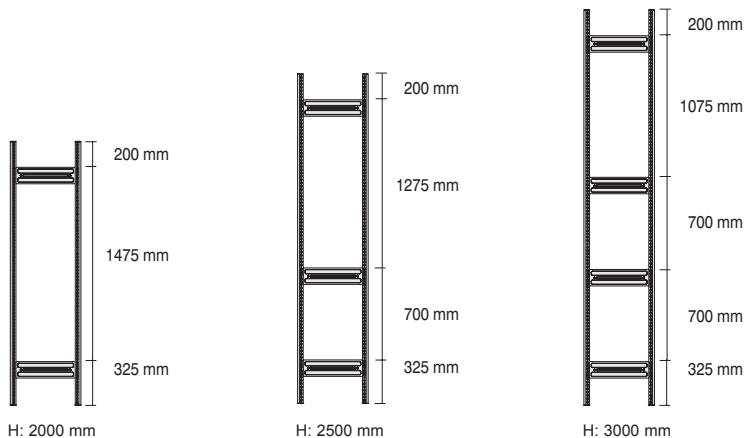

Abb. 2
- (D) Aufbauanleitung
- (F) Notice de Montage
- (NL) Handling voor montage
- (GB) Assembly instruction
(D) Zwei Stützprofile im Abstand der Stützenverbinder anordnen (Abb. 1). Stützenverbinder entsprechend Abb. 2 (die Pfeile zeigen in Richtung des Fußbodens) einsetzen und mit einem Gummihammer o.ä. in die Stützprofile einschlagen.
Achtung! Die Fixierprägung der Stützenverbinder (Abb. 2 a) muss auf beiden Seiten in die Stützprofile einrasten (Abb. 3 a).
Attention! Les connexions d'appui (fig. 2 a) doivent s'enclencher des deux côtés des profilés d'appui (fig. 3 a).
(NL) Twee steunprofielen op de afstand van de steunverbindingstuken plaatsen (afb. 1). Steunverbindingstuken overeenkomstig afb. 2 (de pijlen wijzen in de richting van de vloer) inzetten en met een rubberen hamer of dergelijke in de steunprofielen slaan.
Oogelet! De fixeeradhesie van de steunverbindingstuken (afb. 2 a) moet aan beide kanten in de steunprofielen sluiten (afb. 3 a).
(GB) Arrange two support frames at the correct distance for the support connection (fig. 1). Fit the support connections as shown in fig. 2 (the arrow points in the direction of the ground) and use a rubber hammer (or similar) to tap them into the support frames.
Attention! The locking pieces for the support connections (fig. 2 a) must be snapped in position on both sides in the support frames (fig. 3 a).